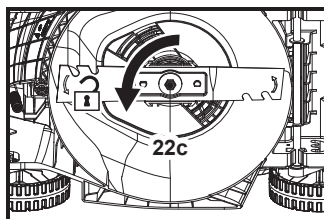

Fig. 20
1. Păstrează partea de dedesubt și cuțitul (22) curate și fără reziduuri. Îndepărtează resturile vegetale din jgheabul de evacuare spate (21).
3. Păstrează cuțitul (22) ascuțit pentru o bună performanță de tăiere. Înlocuiește cuțitul uzat sau deteriorat cu unul nou de același tip sau apelează la un specialist calificat pentru a-l ascuți.
4. Slăbește șurubul de montare (22c) în sens antiorar utilizând o cheie electrică de impact adecvată (dimensiune: 13 mm) (fig. 20) și scoate-l împreună cu șaiba plată (22b) și cuțitul (22).